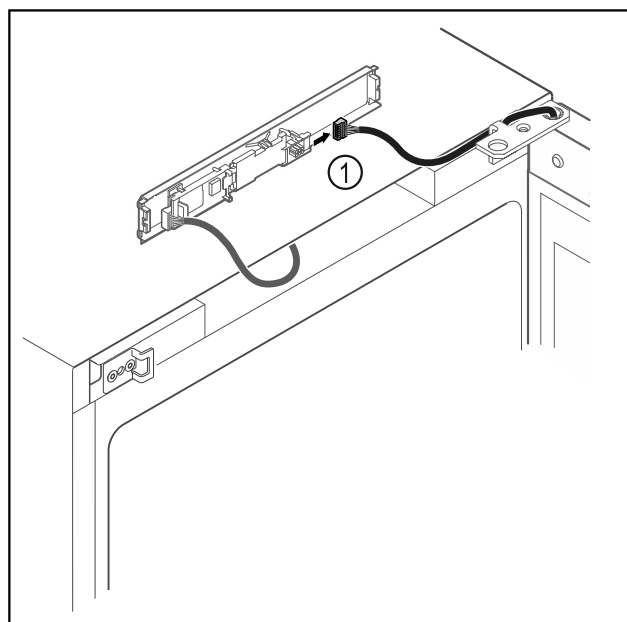

Fig. 8
► Vytáhněte zástrčku Fig. 8 (1) z desky.